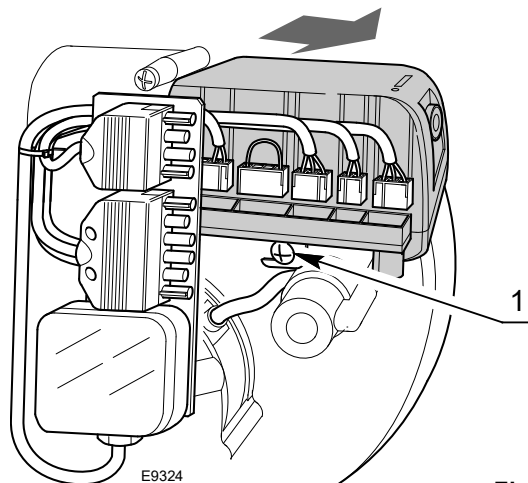

Fig. 17
- desconectar todos los conectores conectados a ella, el conector macho de 4 contactos, el conector macho de 6 contactos, los cables de alta tensión y el cable de tierra (TB);
- desenroscar el tornillo 1)(Fig. 17) y tirar de la caja de control en el sentido de la flecha.
- enroscar el tornillo 1)(Fig. 17) con una par de torsión de $1 \pm 1,2$ Nm;